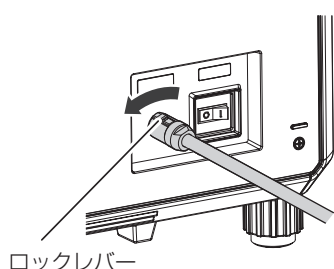

図1
- 2) ロックレバーを手前にスライドさせながら電源コードのコネクターを反時計方向に回し（図1）、本体の〈AC IN〉端子からコネクターを抜く（図2）